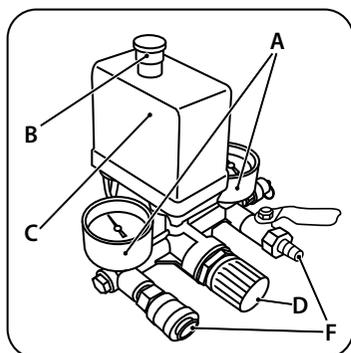

рис. 11
Компрессор работает полностью автоматически при помощи реле давления (С) (рис. 11), останавливающего двигатель по достижении максимального давления и запускающего компрессор при падении давления до минимального установленного уровня (на 2 бара меньше максимального рабочего давления).
Для правильного использования компрессора проверьте оптимальное значение давления для инструмента, которым вы должны пользоваться. При помощи выходного редуктора и манометра расхода выходного воздуха возможна регулировка выходного давления сжатого воздуха. Для выполнения этой операции нужно повернуть вентиль редуктора (D) по часовой стрелке для увеличения давления, а против часовой стрелки — для уменьшения давления. По окончании работы рекомендуется перевести значение выходного давления на нуль по манометру (А) (рис. 11). Эта операция нужна для предотвращения увеличения погрешности и быстрого износа редуктора.
Подключение пневматического инструмента к компрессору осуществляется с помощью выходного быстросъемного штуцера (F) (рис. 11).